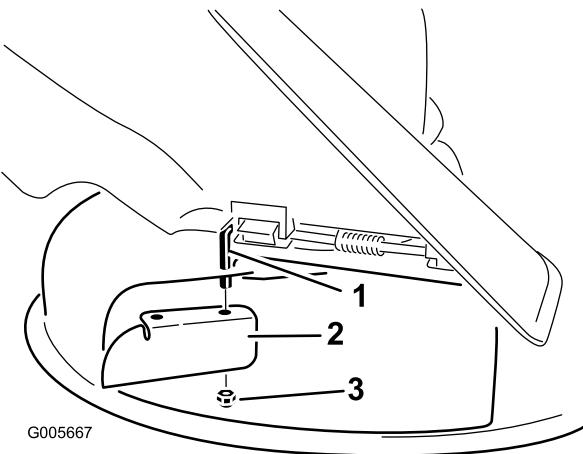

Bild 30
7. Montieren Sie das Versatzablenklech an der frei liegenden Gelenkstange (Bild 30).
3. Entfernen Sie das Versatzablenkblech vom Mähwerk (Bild 30).